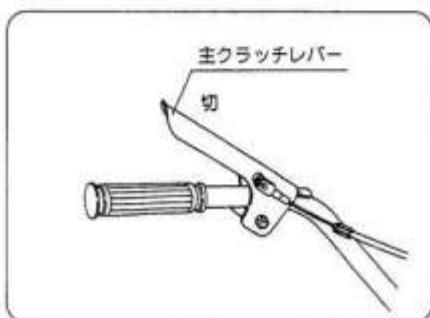

図10
- 主クラッチレバーを [切] 位置にします。(ハンドルパイプより左手を離します。)(図10)